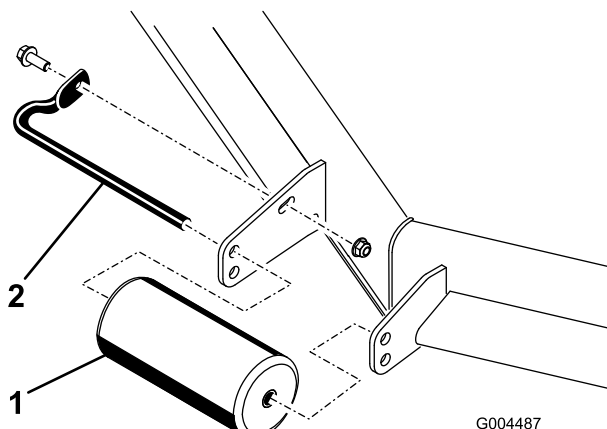

Figura 20
4. Retire los herrajes que fijan cada rodillo a la carcasa del cortacésped y mueva los rodillos hacia arriba o hacia abajo según sea necesario; consulte Figura 20 a Figura 24 según corresponda a su cortacésped.